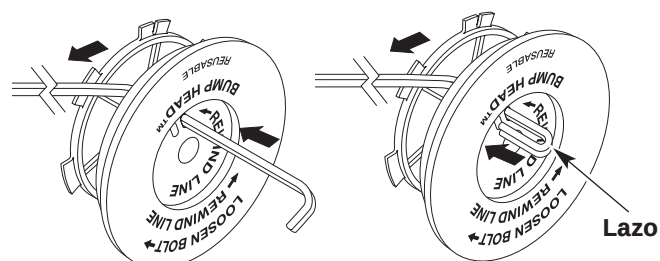

Fig. 37
8. Tome aproximadamente 6,1 m (20 pies) de nueva línea de corte. Inserte un extremo de la línea a través de uno de los orificios del carrete interior (Fig. 37). Pase la línea a través del carrete interior hasta que queden sólo 4 pulgadas fuera.
9. Inserte el extremo de la línea en el orificio abierto del carrete interior y tire de la línea en forma ajustada a fin de que el lazo sea lo más pequeño posible (Fig. 37).